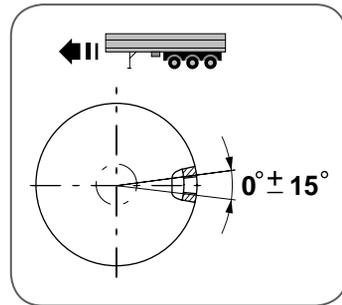

Fig. 8 - Réalisation d'un trou dans le tube d'essieu, pour recevoir le coude de raccordement
1. Le trou destiné à recevoir le coude de raccordement doit être réalisé exactement au milieu entre les jantes (dans le sens de la marche derrière le tube d'essieu) voir ► Fig. 8 .